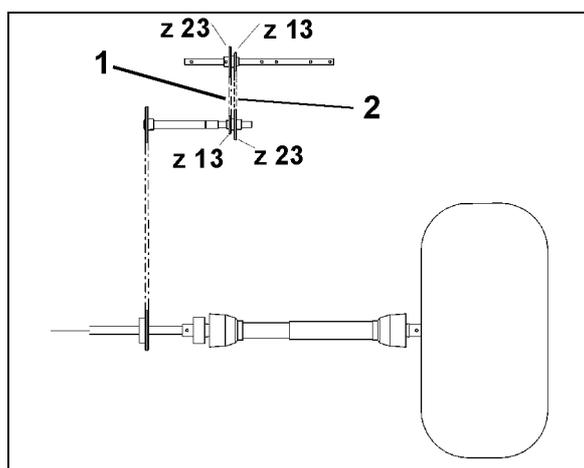

Fig. 14
- Démultiplication lente pour des quantités normales (Fig. 14/1).
- Démultiplication rapide pour de grandes quantités (Fig. 14/2).